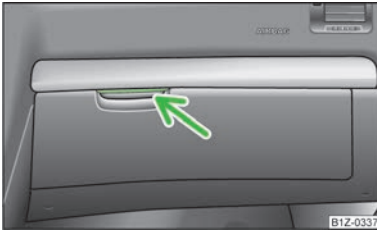

Fig. 68
- > Apăsăți mânerul » fig. 68, clapeta se rabatează în jos.